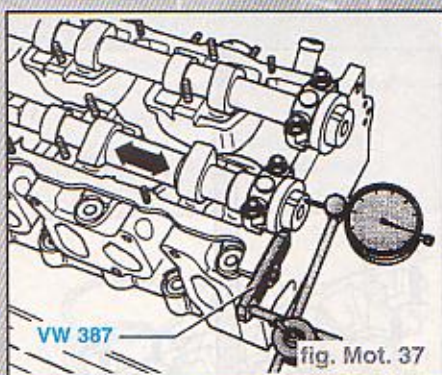

fig. Mot. 37
- Effectuer la mesure avec les poussoirs en coupelle déposés, le premier et le dernier chapeau de palier de l'arbre à cames respectif étant posés (fig. Mot. 37).